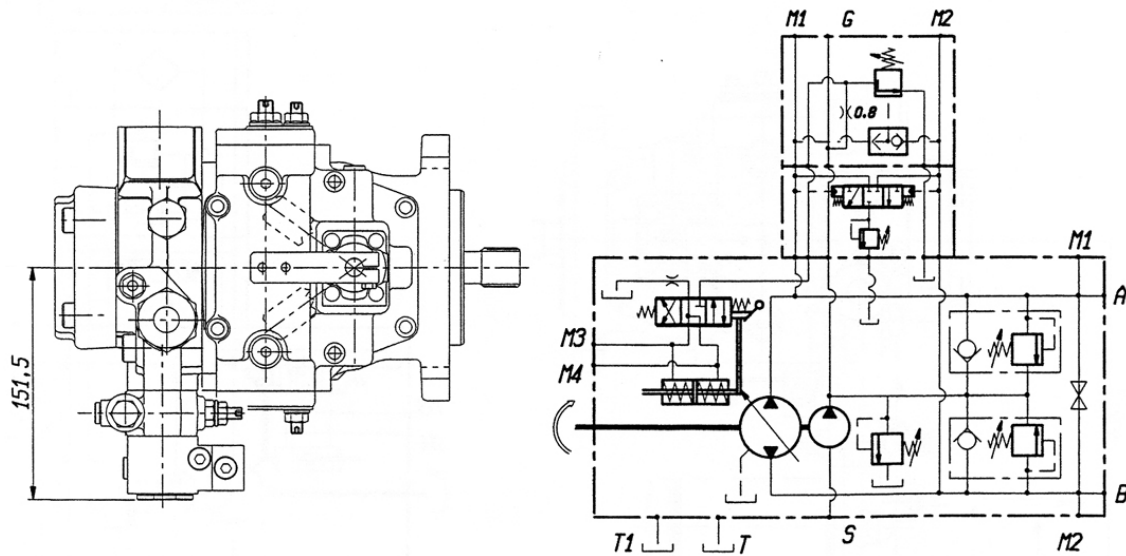

Рис. 22. «Промывочный» распределитель с ограничителем мощности.
- «Промывочный» распределитель с ограничителем мощности (рис. 22);